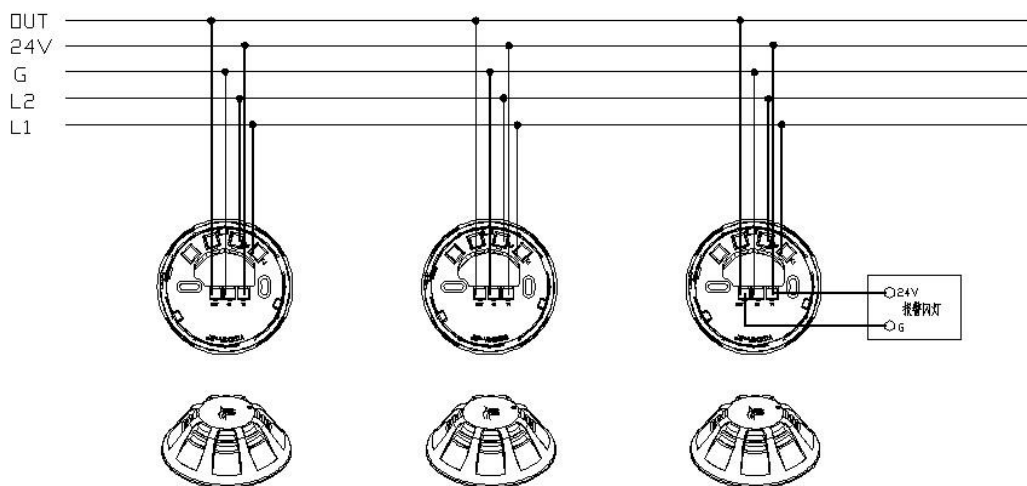

图 1
5. 如果需要多个探测器底座互联, 则需将底座的 OUT 端连接在一起, 按图 1 所示连线, 注意极性要正确。如果单独安装, 则不用连接 OUT 端, 其余连接线如图 1。